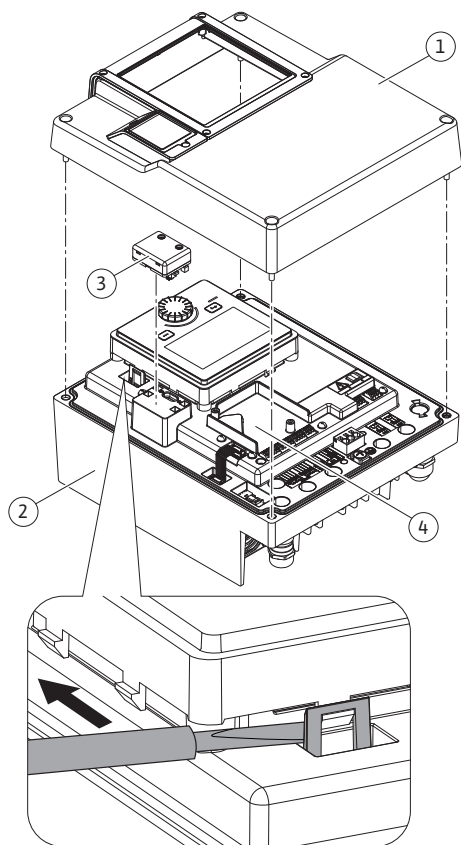
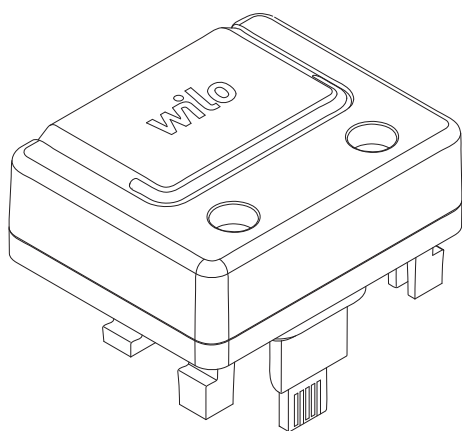

Fig. 26: Elektronski modul
Fig. 27: Wilo-Smart Connect modul BT
Bluetooth interfejs Wilo-Smart Connect modula BT (Fig. 26, poz. 3 i Fig. 27) se koristi za povezivanje sa mobilnim uređajima kao što su pametni telefoni i tableti. U aplikaciji Wilo-Assistant postoji funkcija Wilo-Smart Connect. Funkcijom Wilo-Smart Connect se može rukovati pumpom, mogu se vršiti podešavanja i očitavati podaci pumpe. Za podešavanja vidi poglavlje „Puštanje u rad“ [► 45].
1. Otpustiti četiri zavrtnja gornjeg dela elektronskog modula (Fig. 26, poz. 1; Fig. I, poz. 2).
3. Wilo-Smart Connect Modul BT utaknuti u predviđeni interfejs Wilo-Connectivity Interface. Vidi Fig. 26, poz. 3.
CIF moduli (dodatna oprema) služe za komunikaciju između pumpi i sistema upravljanja zgradom. CIF moduli se uključuju u elektronski modul (Fig. 26, poz. 4)